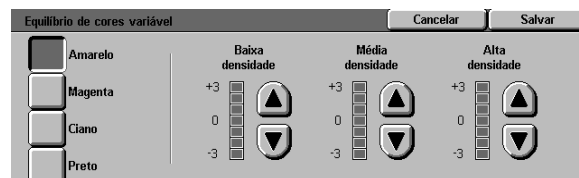

Figura 42: tela Equilíbrio de cores
- 1 Toque no ícone **Equilíbrio de cores variável**, na guia Qualidade de imagem, para exibir a tela Equilíbrio de cores, conforme ilustrado na Figura 42.